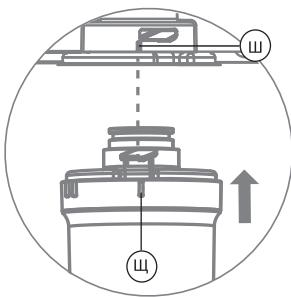

Рис. 23
5. Совместите метку «I» (Ш) на скобе фильтра и метку «I» (Ш) на картридже (рис. 23).